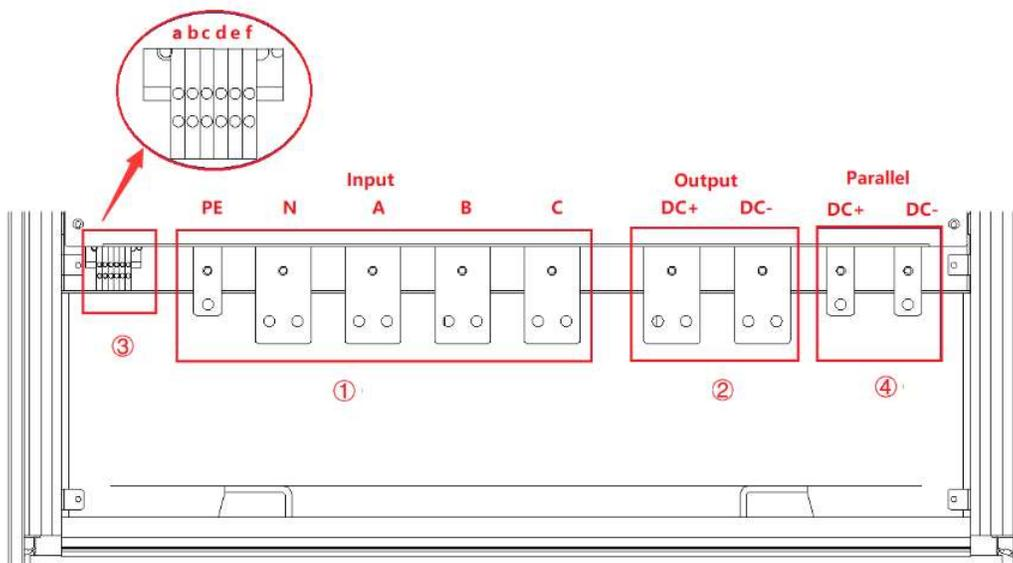

图 1-6-2 电源输入/输出接线层（并联机柜）
当电源输出电压 $\geq 800V$ 时，受电气间隙和爬电距离影响，图1-6③所示端子片的位置可能改变，如图1-6-2。
当电源并联使用时，电源输入/输出接线层如图1-6-2所示，两个较小铜排（图1-6-2 ④）用于机柜间并联接线。